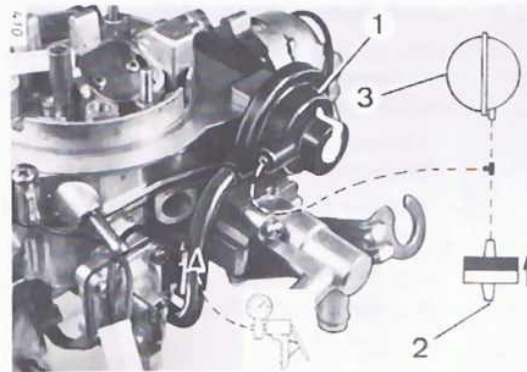

Bild 8
2.6 Polldowneinrichtung auf Dichtheit prüfen (Bild 8)
- Schlauch am Rückschlagventil (2) abziehen und weiße Seite des Ventils verschließen.
- Druckdifferenz (ca. 300 mbar) in Pulldowndose (1) und Volumenbehälter (3) herstellen.